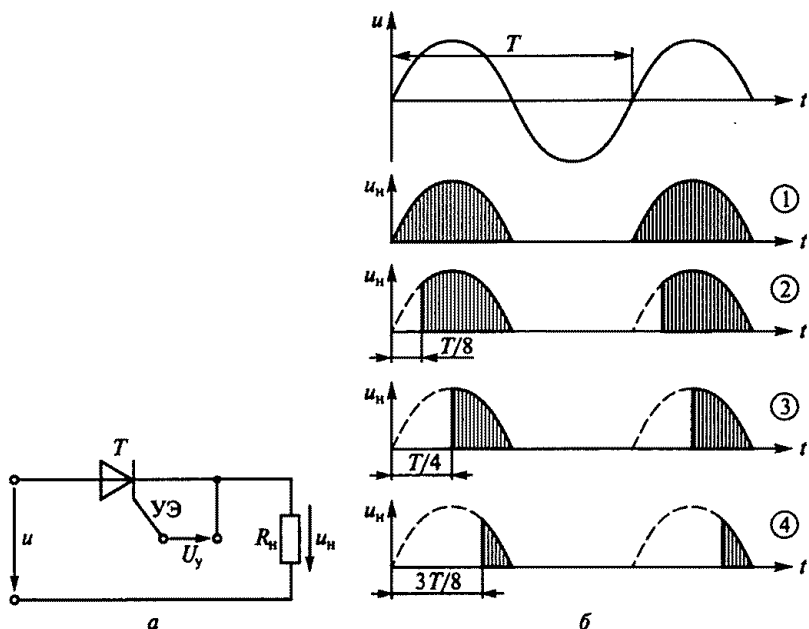

Рис. 119
3.84.Р. На рис. 119, а изображена схема управляемого однополупериодного выпрямителя с тиристором T , который до подачи управляющего напряжения U_y на управляющий электрод (УЭ) заперт и ток не пропускает. После подачи U_y на УЭ тиристор отпирается, его сопротивление резко снижается, и он пропускает ток. В обратном направлении тиристор ток не пропускает. Зависимости напряжения на нагрузке u_n при синусоидальном напряжении
сети и от момента подачи U_y на УЭ показаны на четырех графиках рис. 119, б, из которых видно, что, изменяя момент подачи U_y на УЭ, можно изменять среднее значение выпрямленного напряжения.